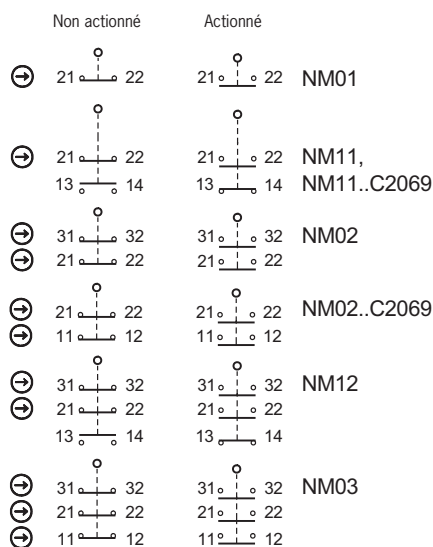

Fig. 5 : Éléments de commutation et fonctions de commutation
Utiliser au moins un contact \rightarrow . Celui-ci signale la position du protecteur (affectation des contacts, voir Fig. 5).
3. Effectuer le raccordement et serrer les bornes au couple de 0,5 Nm (affectation des contacts, voir Fig. 5).